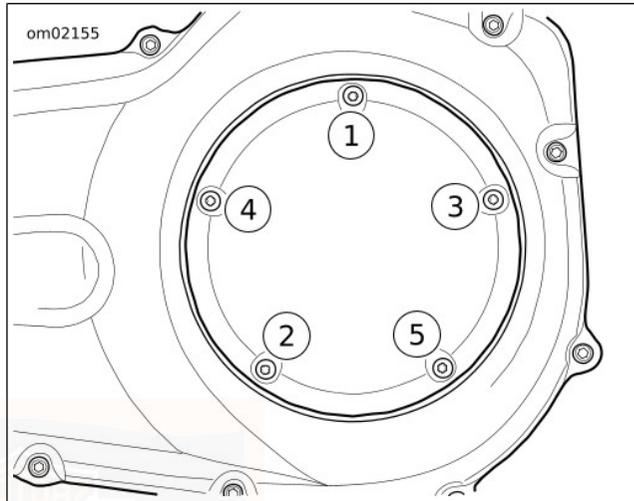

Figure 71. Séquence de serrage de couvercle d'embrayage
- c. Fixer le couvercle d'inspection de l'embrayage (2) à l'aide de vis et de rondelles captives (3).
- d. Voir Figure 71 . Serrer dans l'ordre indiqué à un couple de 9,5–12,2 N·m (84–108 **in-lbs**).